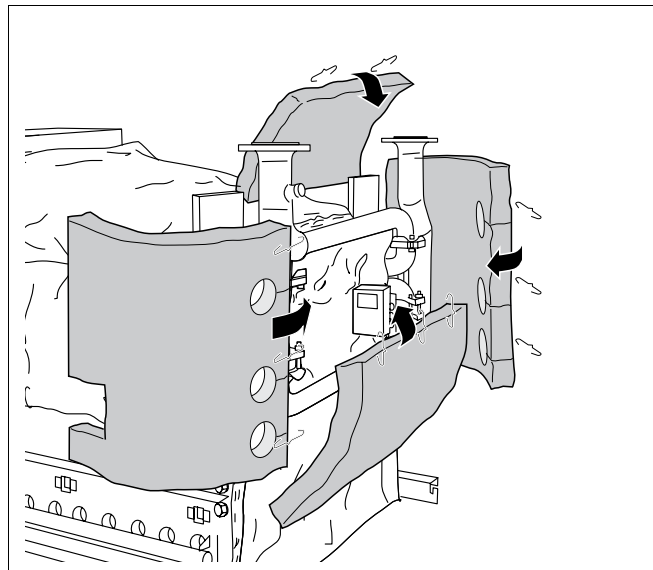
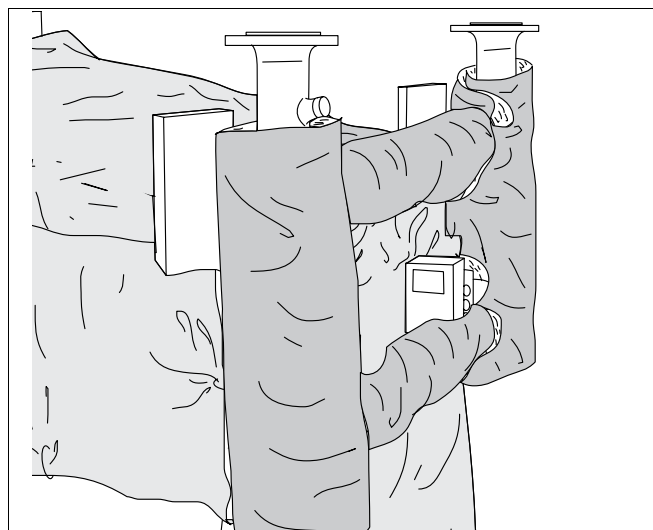

Рис. 51 Укладка теплоизоляции на трубы
Рис. 52 Смонтированная теплоизоляция на трубах
Укладка теплоизоляции на трубы (рис. 51 и рис. 52).
- Обернуть теплоизоляцию (справа и слева) вокруг вертикальных труб и соединить пружинными крючками. Через верхний и нижний круглые вырезы проводятся соответствующие горизонтальные трубы (рис. 51).
- Сервомотор выводится через средний круглый вырез (рис. 51).
- Обернуть теплоизоляцию (вверху и внизу) вокруг горизонтальных труб и соединить пружинными крючками (рис. 51).